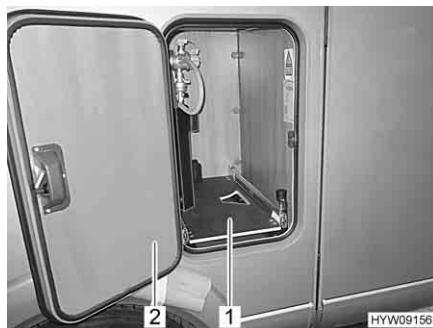

Fig. 95 Base estraibile del vano porta-bombole
- Aprire lo sportello (Fig. 95,2) del vano portabombole.
- Estrarre la base estraibile del vano portabombole (Fig. 95,1), fino a innestare nuovamente il pomello. La base estraibile del vano portabombole è ora bloccata in questa posizione.